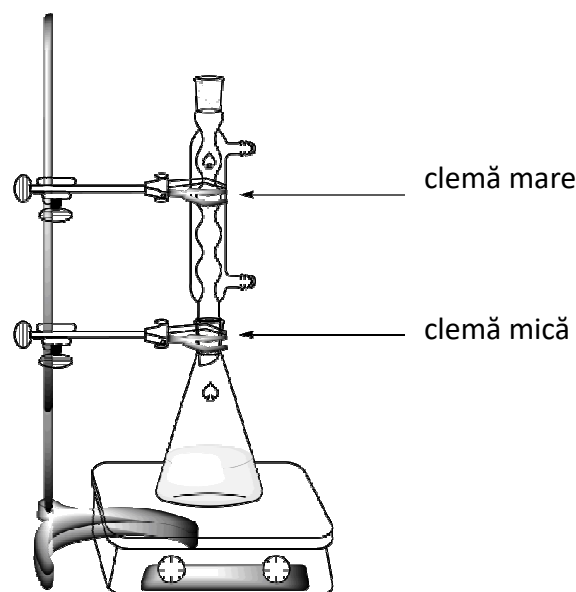

Figura 1. Instalația de încălzire la reflux a amestecului de reacție
- Atasează** refrigerentul ascendent prin slăbirea clemei mari și apoi ajustează cele două șlifuri (a se vedea Figura 1). **Ridică** cartonul HELP. Supraveghetorul va porni apa și va ajusta plita.